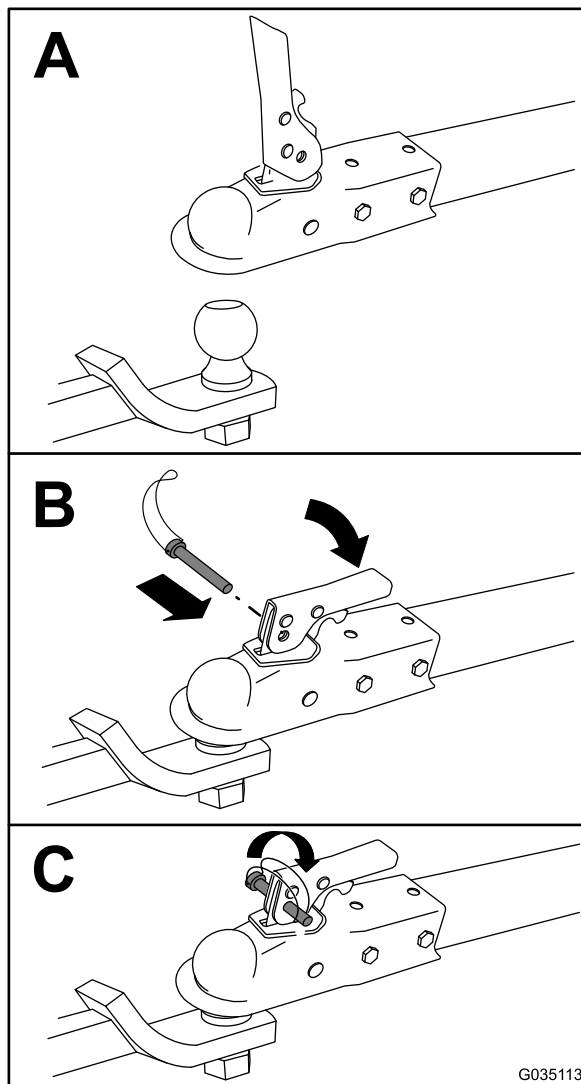

Figure 14
3. Attachez la machine comme montré à la Figure 14.